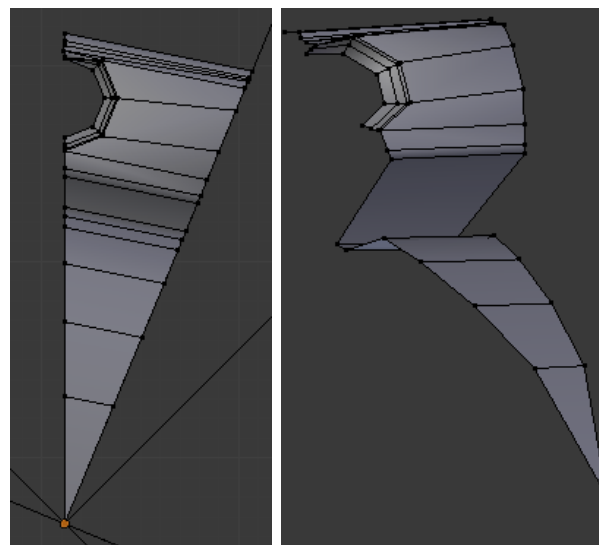

Figura 5.159
**17.** Reconstrua a malha do anel exterior em torno do octógono e elimine os vértices da malha base deixando apenas 1/16 da malha, como se mostra na figura 5.159.